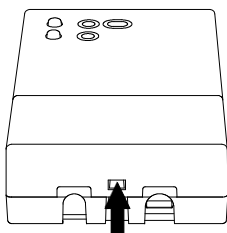

Fig. 2
- 2 Avec un tournevis, pousser la languette en plastique située dans l'interstice en bas et soulever légèrement le couvercle câbles (Fig. 2).